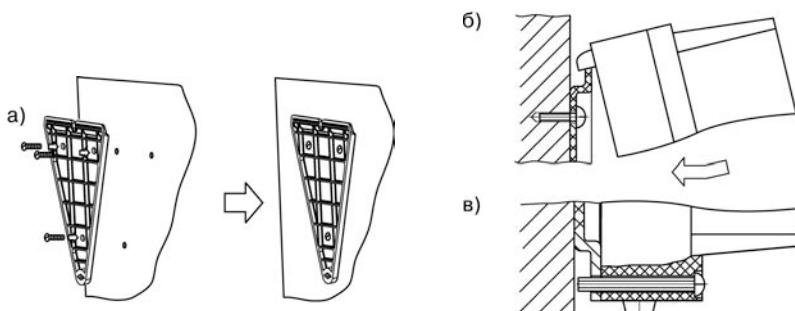

Рисунок 5.1 – Установка прибора настенного крепления
1) Кронштейн закрепляется тремя винтами M4 на поверхности, предназначенной для установки прибора (см. Приложение А и рисунок 5.1, а).
2) Крепежный уголок зацепляется на задней стенке прибора за верхнюю кромку кронштейна (рисунок 5.1, б).
3) Прибор прикрепляется к кронштейну винтом M4 × 35 из комплекта поставки (рисунок 5.1, в).